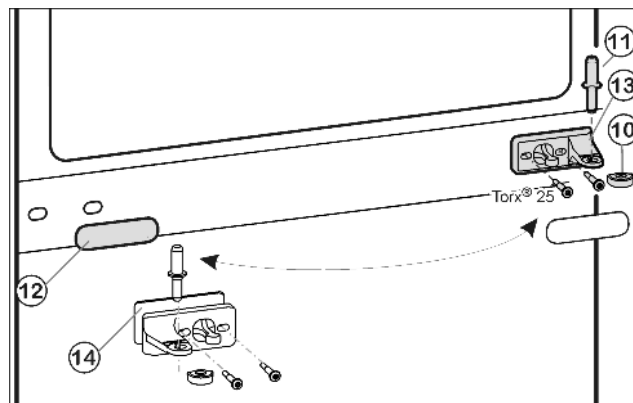
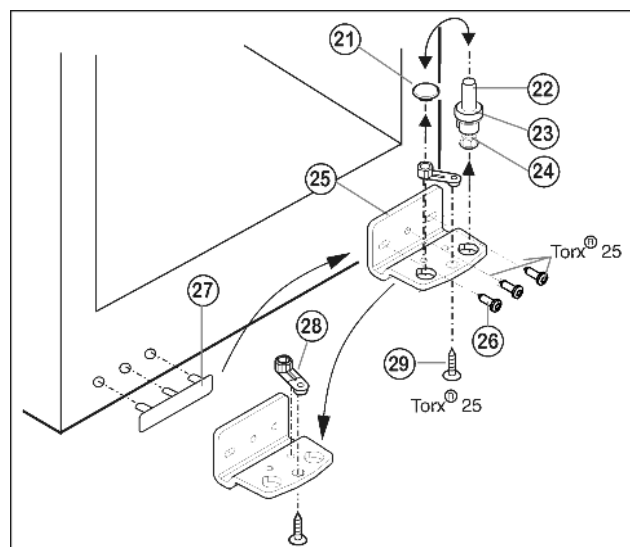

Fig. 5
Fig. 6
- ▶ Húzza ki a középső csapszeget Fig. 5 (11) a csapágybakból és az alsó ajtóból.
- ▶ Húzza le a műanyag sapkát Fig. 5 (10).
- ▶ Csavarozza le a a Fig. 5 (13) középső csapágybakját (2 x Torx® 25).
- ▶ Óvatosan húzza le a takaróelemet Fig. 5 (12).
- ▶ A Fig. 5 (13) középső csapágybakját a Fig. 5 (14) alátétével 180°-kal elfordítva erősen (4 Nm-es nyomatékkal) csavarozza fel az új csuklópánt oldalára.
- ▶ A takarólemezt Fig. 5 (12) 180°-kal elfordítva pattintsa vissza a fogantyú új oldalára.
- ▶ A teljes csapszeget Fig. 6 (22), a alátéttel Fig. 6 (23) és a állítható lábbal Fig. 6 (24) együtt felfele húzza ki.
- ▶ Emelje le a dugót Fig. 6 (21).
- ▶ Csavarozza le Fig. 6 (26) a csapágybakot Fig. 6 (25).
- ▶ Csavarozza le Fig. 6 (29) a csapágyrészt Fig. 6 (28), helyezze át a csapágybak túloldali felvevő furatába és csavarozza vissza.
- ▶ Óvatosan emelje le a fogantyú oldalán lévő fedelet Fig. 6 (27), és helyezze át az ellenkező oldalra.
- ▶ Csavarozza vissza a csapágybakot Fig. 6 (25) a csuklópánt új oldalán 4 Nm-es nyomatékkal, szükség esetén egy akkus csavarhúzóval.
- ▶ A dugót Fig. 6 (21) helyezze be a másik lyukba.
- ▶ Helyezze be a teljes csapszeget Fig. 6 (22) az alátéttel és az állítható lábban együtt. Ügyeljen közben arra, hogy a bekatantó bütyök hátrafele legyen.
- ▶ Az alsó ajtót felülről helyezze az alsó csapszegre *Fig. 6 (22)*.
- ▶ Helyezze vissza a műanyag sapkát *Fig. 5 (10)* a középső csapágybakra *Fig. 5 (13)*.
- ▶ Helyezze be az alsó ajtóba a középső csapszeget *Fig. 5 (11)* a csuklópánt új oldalán, a középső csapágybakon *Fig. 5 (13)* keresztül.
- ▶ A felső ajtót helyezze a középső csapszegre *Fig. 5 (11)*.
- ▶ Az ajtókat az alsó *Fig. 6 (25)* és a középső csapágybakban *Fig. 5 (13)* lévő két hosszított furat felett igazítsa egy vonalba a készülék házzal. Ehhez az alsó csapágybakon *Fig. 6 (25)* a középső csavart csavarja ki.